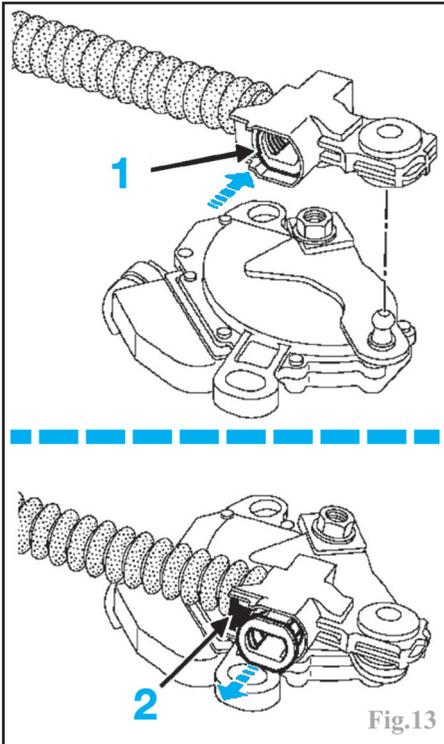

Fig.13
Enfoncer le bouton de verrouillage (1) pour libérer le câble (Fig.13).
Appuyer sur le clip (2) pour libérer le bouton (1) (Fig.13).